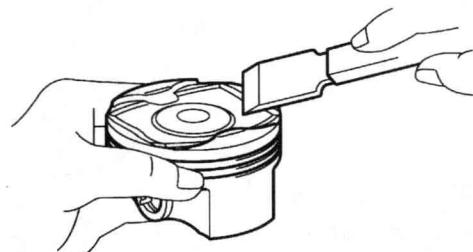

图 1-13 清除活塞头部的积炭
1) 如图 1-13 所示, 使用垫片铲刀, 从活塞顶面清除所有积炭。